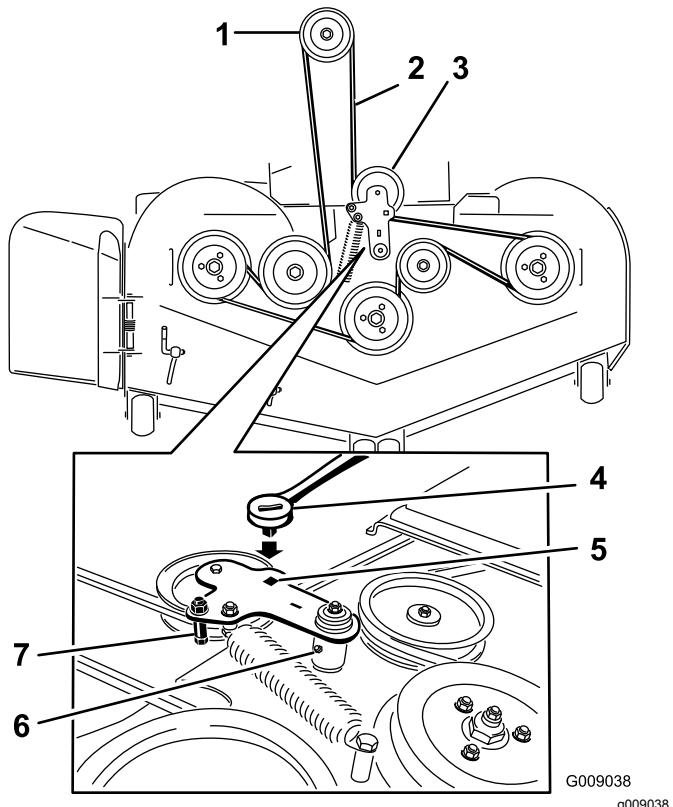

Figura 84
7. Inserite un cricchetto nel foro quadrato del braccio di rinvio per allentare la molla del tenditore (Figura 84).
9. Togliete il guidacinghia dal braccio di rinvio a molla (Figura 84).
11. Montate la nuova cinghia attorno alle pulegge del tosaerba e alla puleggia della frizione, sotto il motore (Figura 84).
12. Montate il guidacinghia sul braccio di rinvio (Figura 84).
13. Con il cricchetto nel foro quadrato, montate la molla del tenditore (Figura 84).